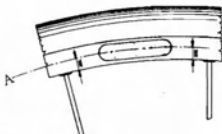

Fig. 1
- 2) Il parallelismo dell'asse A con il cerchio (fig. 1) si regola allentando il dado 16 e ruotando il pattino.